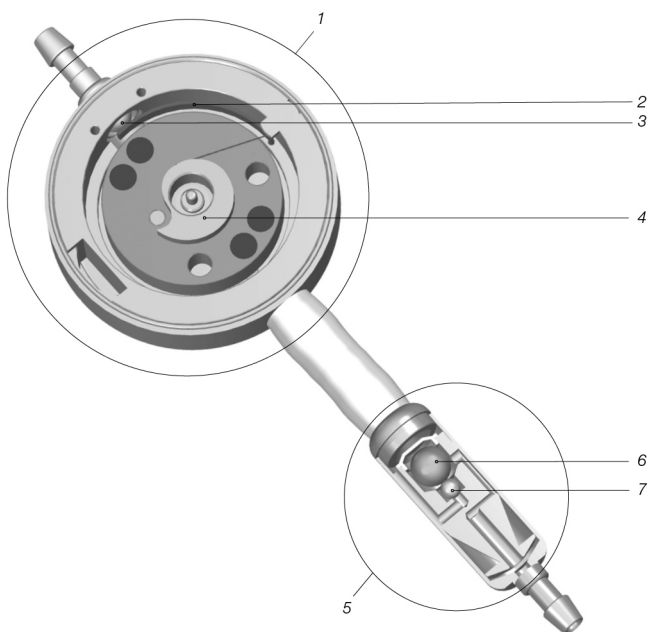

Bild 1: proGAV 2.0 visad i tvärsnitt
proGAV 2.0 är ett ventilsystem som tillverkas av titan. Det består av en reglerbar differenstryckenhet (1) och en gravitationsenhet (5) (Abb. 1).